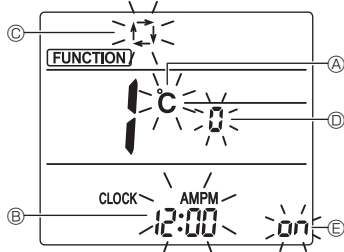

Fig. 5-11
Отобразится экран настройки индикации дисплея. (Fig. 5-11)
5.12.2. Изменение единицы температуры (Fig. 5-11 Ⓐ)
5.12.3. Изменение отображения времени (Fig. 5-11 Ⓑ)
5.12.4. Изменение АВТОМАТИЧЕСКОГО режима (Fig. 5-11 Ⓒ)
5.12.5. Изменение номера пары (Fig. 5-11 Ⓓ)